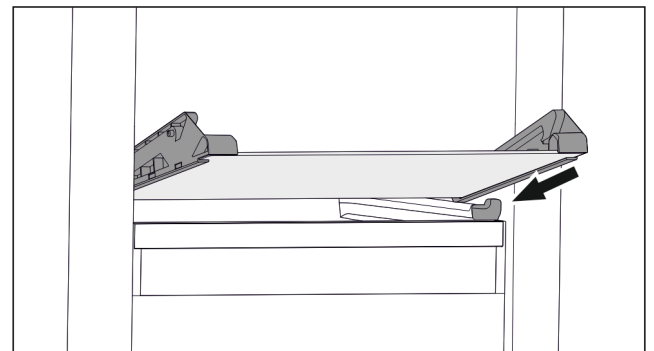

Fig. 42 Ripiano in vetro del cassetto ribaltabile
- ▶ Applicare il ripiano in vetro obliquamente dietro i fermi. (vedere Fig. 42)